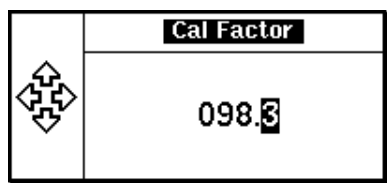

図 6-4 校正係数ポップアップ・ウィンドウ
- 10 必要な場合、チャンネルの **Cal Fac %** を押してこの設定を変更します。校正係数ポップアップ・ウィンドウが図 6-4 のように表示されます。